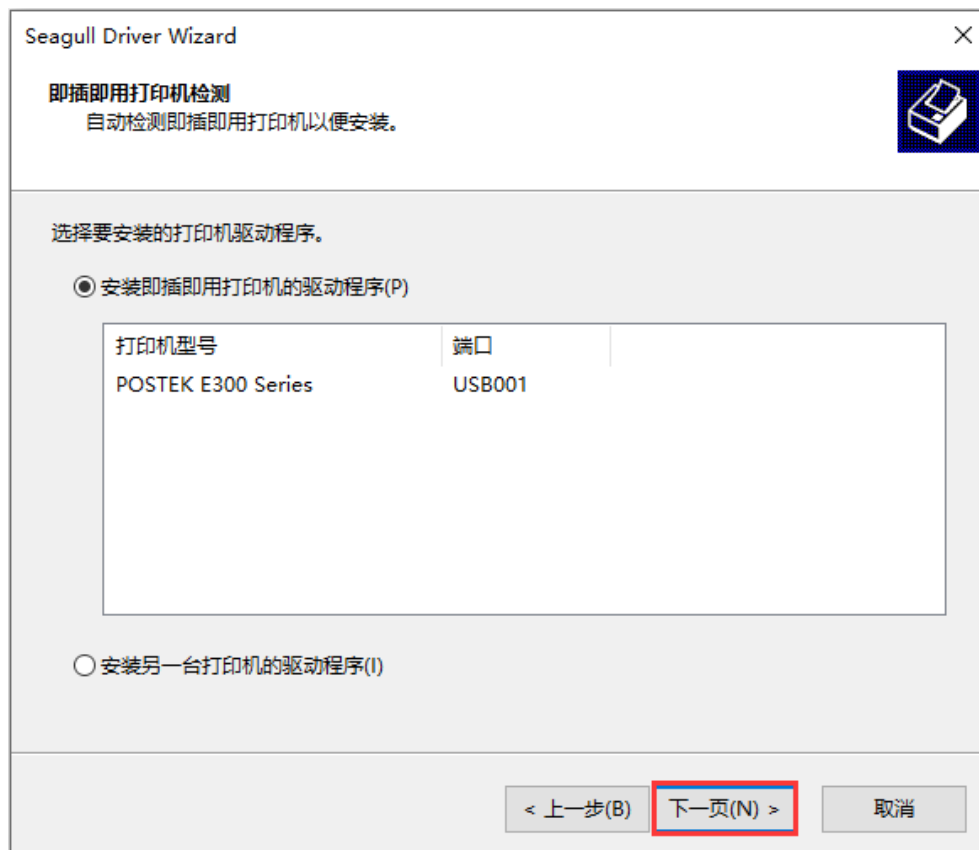

图 2-26 检测打印机界面
7. Windows 将自动检测出打印机 USB 端口，如图 2-26 所示，点击“下一页”；